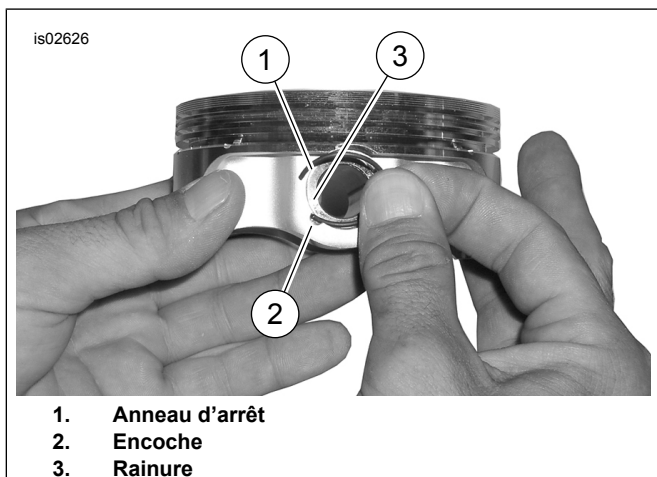

Figure 3. Anneau d'arrêt et piston
1. Consultez Figure 3 . Insérer l'extrémité ouverte de l'anneau d'arrêt (1) dans l'encoche (2) de la rainure (3) autour du bossage du piston de façon à ce que le vide soit en position droite vers le haut ou vers le bas au moment de l'installation.